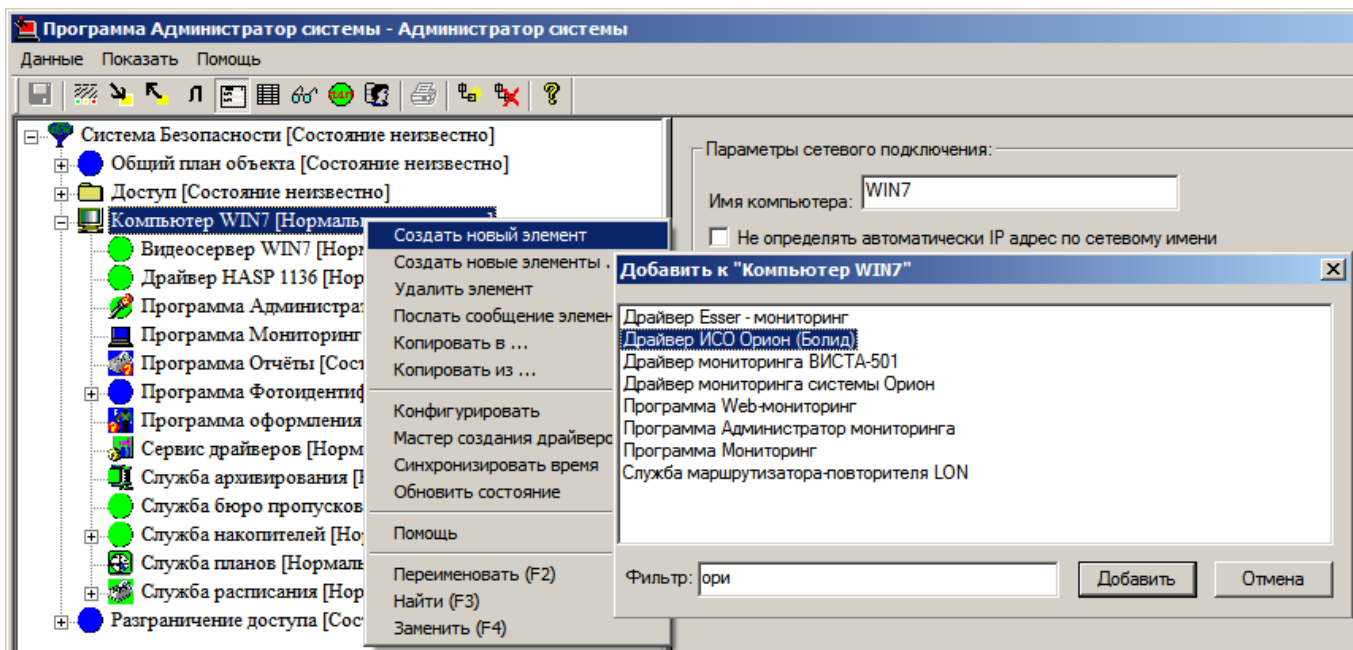

Рисунок 1 – Добавление нового элемента в дерево элементов
3. В программе «Администратор системы» к элементу **Компьютер** добавьте дочерний элемент **Драйвер ИСО Орион (Болид)**, для этого щелчком по правой клавише мыши по элементу **Компьютер** откройте контекстное меню и выберите элемент **Драйвер ИСО Орион (Болид)**, во всех появляющихся окнах нажимайте кнопки подтверждения и разрешения (рисунок 1).